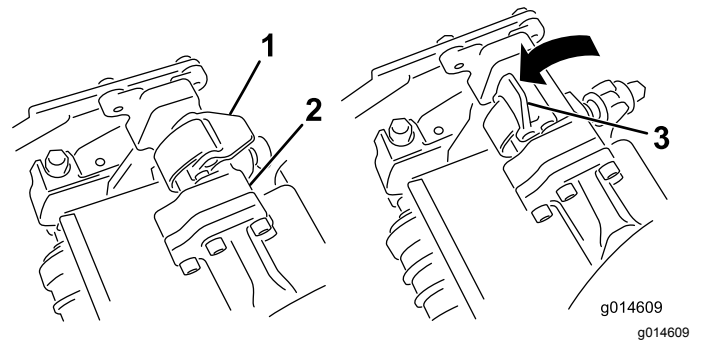
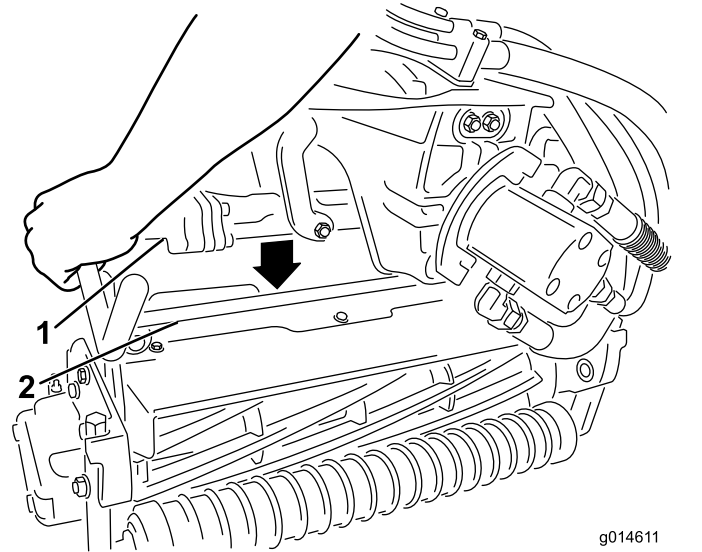

Figura 32
Figura 33
3. Con los enganches del brazo de suspensión orientados hacia arriba (es decir, abiertos (Figura 32), empuje hacia abajo el brazo de suspensión de modo que la barra encaje en la barra situada en la parte superior de la unidad de corte (Figura 33).
4. Presione los enganches hacia abajo alrededor de la barra de la unidad de corte y bloquéelas (Figura 32).
4. Abra los enganches de la barra del brazo de suspensión de la unidad de corte que está retirando (Figura 32).